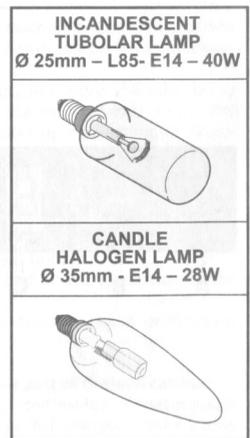

Fig.8
• **Замена лампочки накаливания/галогенной (Рис.8):**